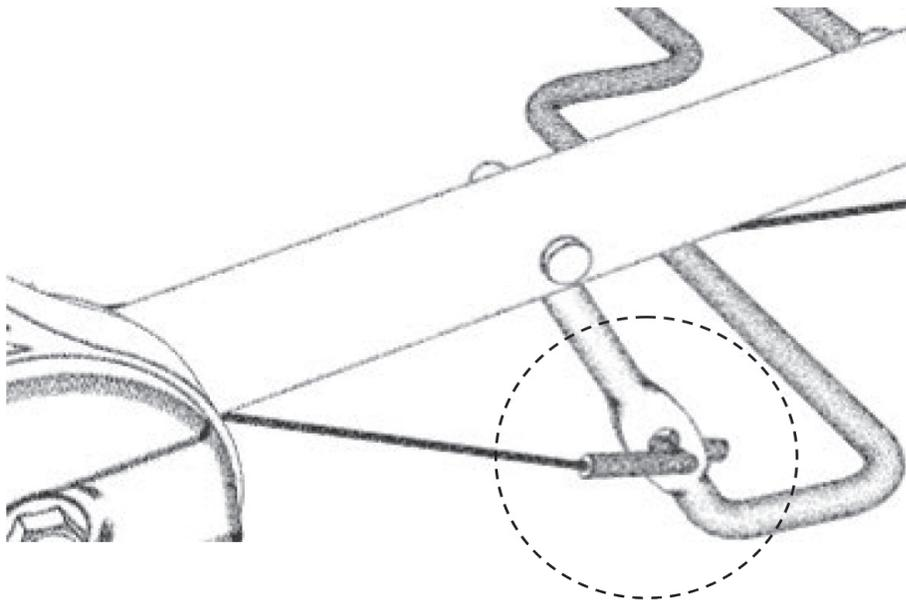

Рис. 5
- Вставьте Z – образный наконечник троса в крепёжное отверстие (рис. 5).